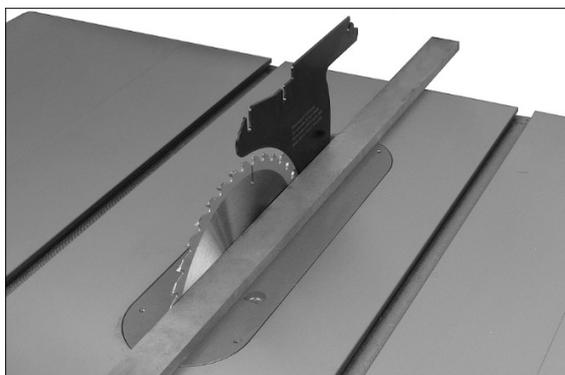

Рис. 8-7
2. Положите на стол поперечную линейку так, чтобы она прилегала к пильному диску и расклинивающему ножу. См. Рис. 8-7. Проверните диск, чтобы кончик его зуба касался поперечной линейки.